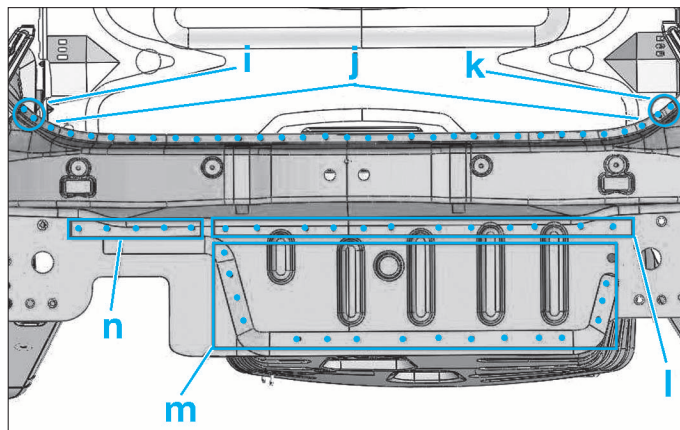

FIG. 87
- Fraiser (Fig.87) :
- (i), (j), (k), (l), (m) et (n) par points électriques (Fig.87).